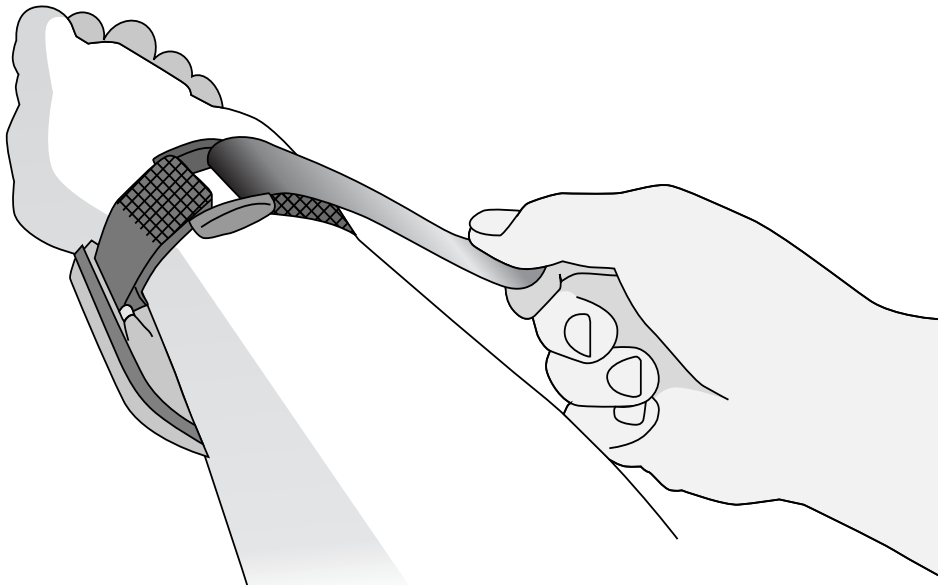
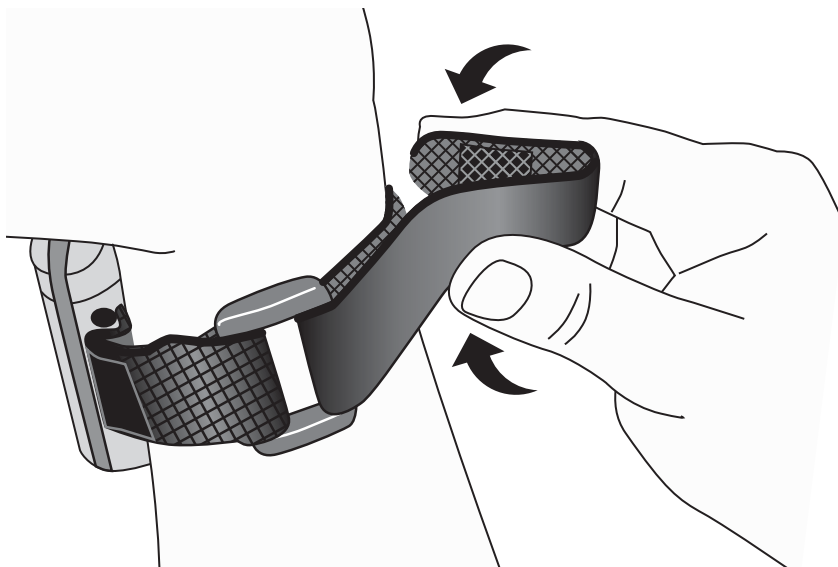
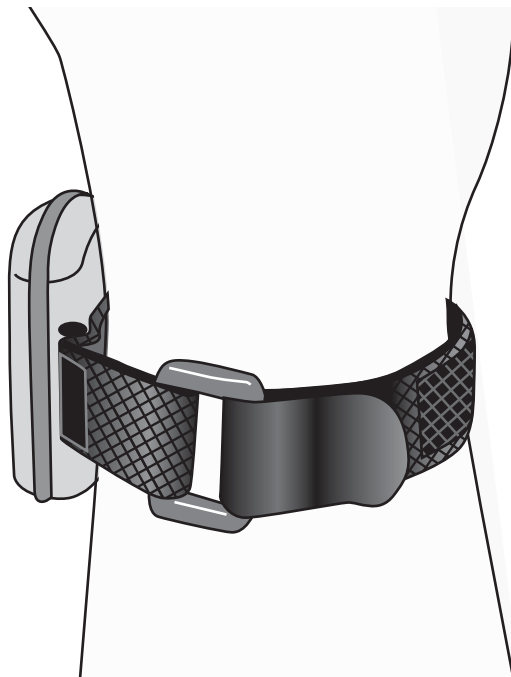

Figura 12: Allacciare il cinturino
Figura 13: Uso del fermo rettangolare
Figura 14: Uso del fermo quadrato
4. Ripiegare il cinturino all'indietro, sopra l'anello di plastica (figura 12) e applicare il fermo al cinturino (figura 13 o figura 14). La circonferenza del polso determina quale fermo usare.
NOTA: Quando si usa il fermo rettangolare, l'estremità del cinturino può essere accorciata. A tal fine, piegare l'estremità del cinturino in modo che il fermo quadrato si attacchi al cinturino stesso (figura 13).